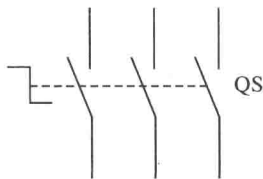

图 1.5 组合开关的图形和文字符号
(1) 型号含义。
(2) 组合开关的图形和文字符号如图 1.5 所示。